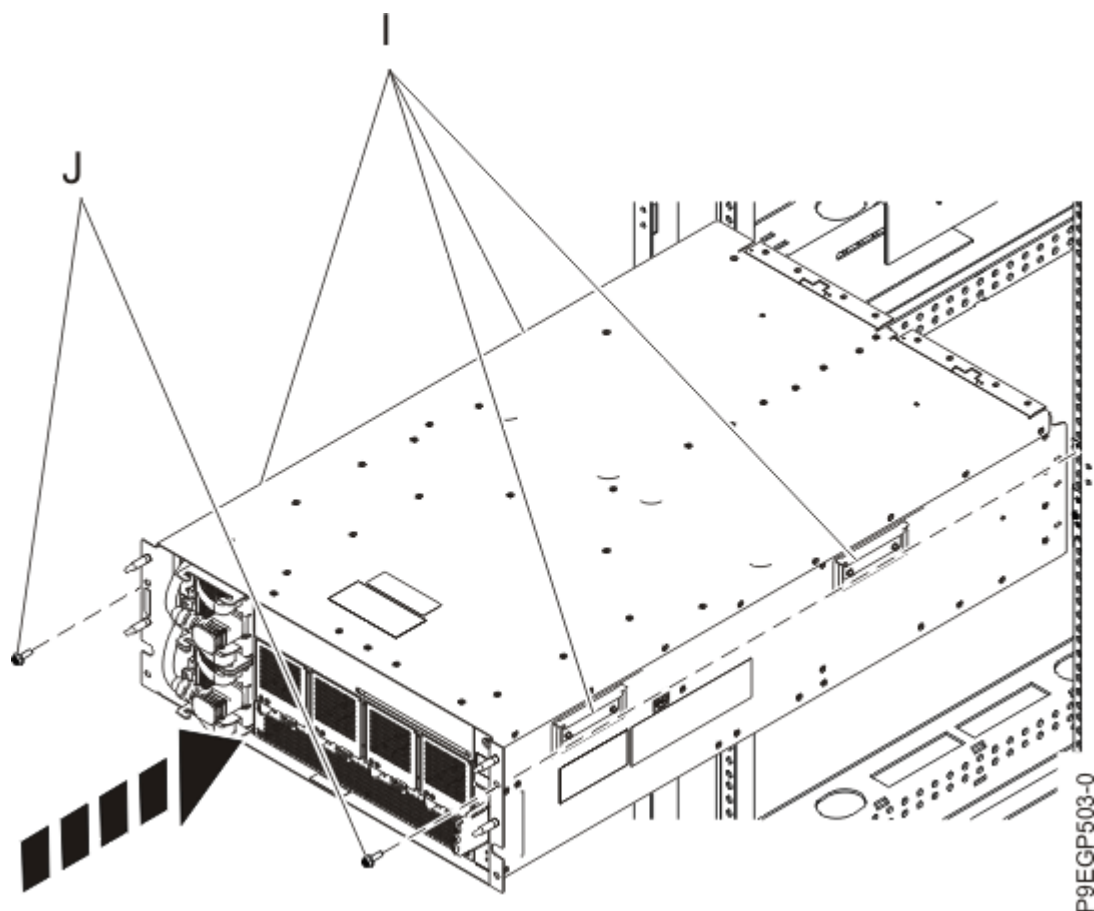

*Figura 8. Scoaterea capacului și a cardului de informații de service*
- b. Utilizzando i due punti di contatto blu su ciascun lato del cassetto, tirare la lunetta verso l'esterno per rimuoverla dalla parte anteriore del cassetto, come mostrato in Figura 8 a pagina 12.